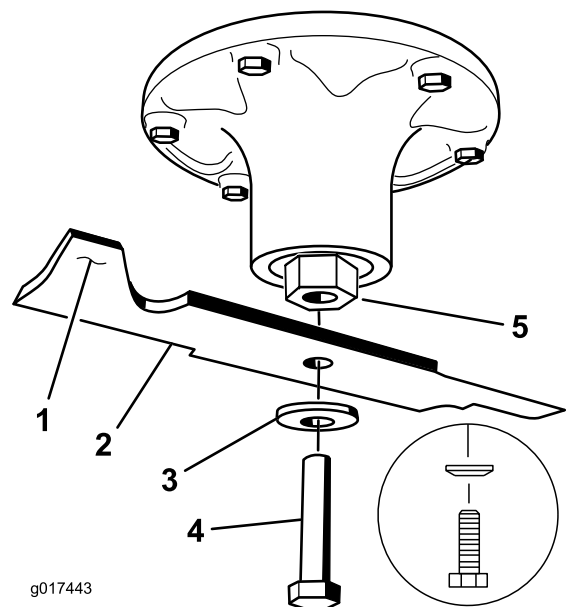

Figure 115
2. Enlevez de l'axe le boulon, la rondelle bombée et la lame (Figure 115).
1. Placez la lame sur l'axe (Figure 115).
2. Montez la rondelle bombée et le boulon de lame (Figure 115).